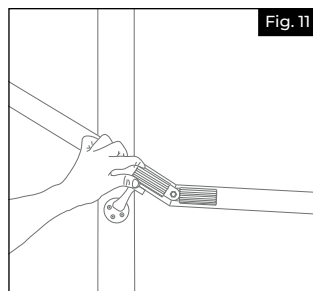

Fig. 11
- b. Positionner le joint d'étanchéité réglable à l'extérieur de la main courante et serrer le boulon à l'angle approprié (Fig. 11).